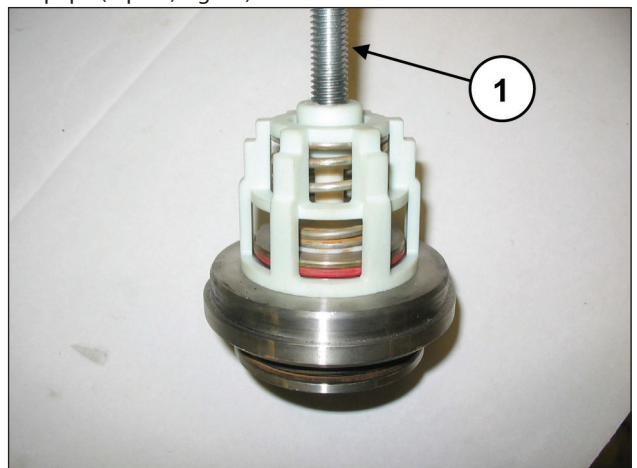

Fig. 97
Démonter les groupes soupape d'aspiration et soupape de refoulement en vissant une vis M10 de manière à comprimer le guide interne pour extraire le guide de soupape du siège de soupape (rep. ①, Fig. 97).